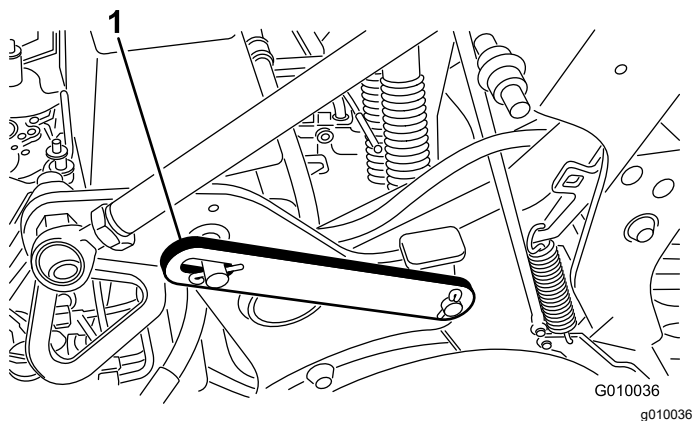

図 18
3. ラッチを収納位置に止めているクリップを外す 図 18。